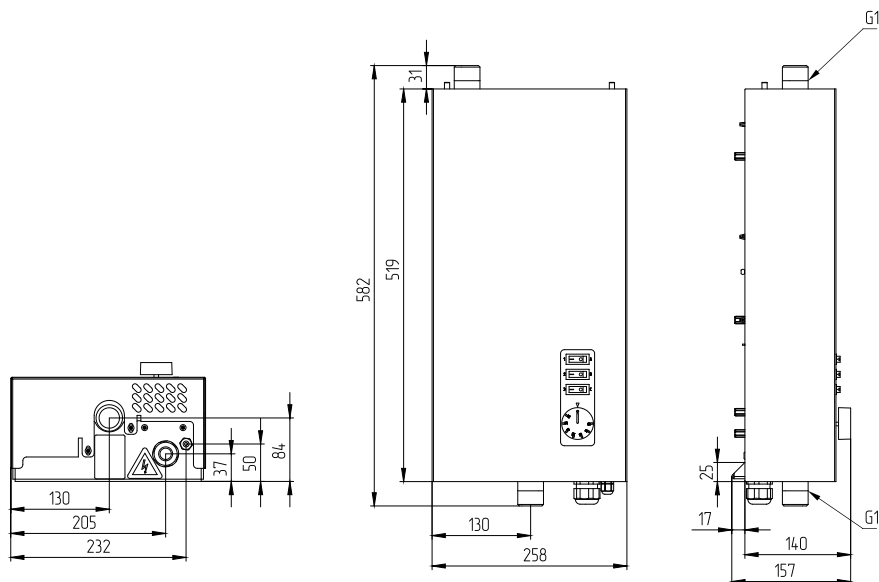

Рис.11 Габаритные размеры котлов GTM CLASSIC E100 3 - 6 кВт
- Подсоединить котел к системе отопления. Габаритные и присоединительные размеры котлов указаны на **Рис.11; 12; 13; 14; 15;**